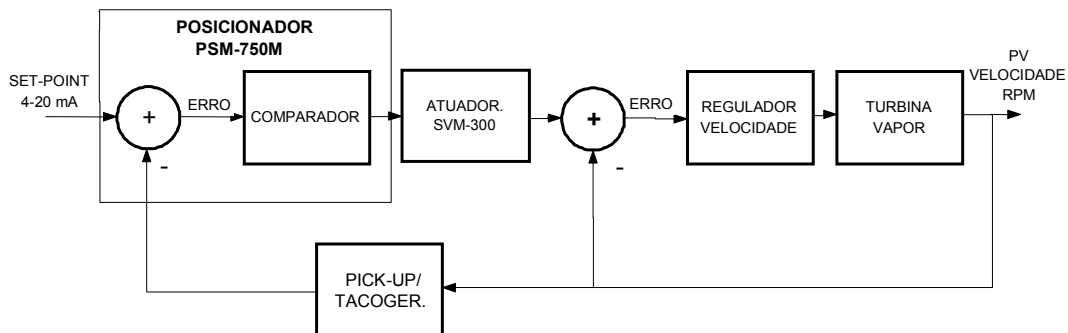

Figura 1 - Diagrama de blocos
A Figura 1 resume o modo de funcionamento. Nesta figura, estão representados, através de diagramas de blocos, a turbina à vapor e o seu regulador mecânico. Em um sistema convencional, existem apenas esses dois itens. A velocidade da turbina é comandada pelo regulador, que compara a velocidade da turbina (PV) com a posição do regulador.